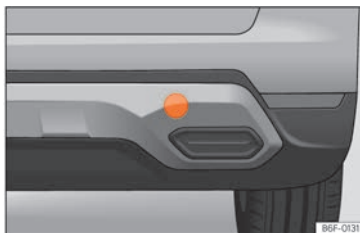

Abb. 165 Auf der rechten Seite des hinteren Stoßfängers: Abdeckung entfernen.
Die Abschleppöse wird in die hinter einer Abdeckung auf der rechten Seite des hinteren Stoßfängers befindliche Aufnahme eingeschraubt » [Abb. 165].
- Drücken Sie auf den rechten Bereich der Abdeckung » [Abb. 165] und klinken Sie diese aus.